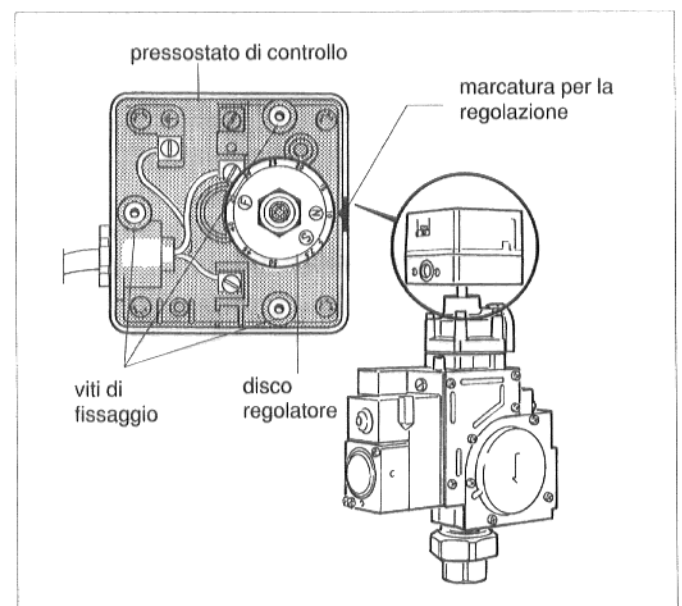

Fig. 29: "Honeywell" VR 4905, pressostato di controllo
- ✦ Togliere il coperchio del pressostato gas dopo aver svitato le relative tre viti (Fig. 29).
- ✦ Regolare il pressostato gas sul nuovo tipo di gas: N= metano, F= gas liquido, S = gas città (Fig. 29).